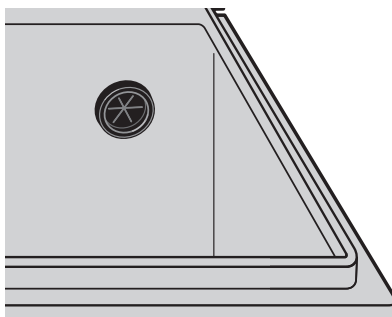

Figura 2
3. Coloque la arandela de goma Power Pass™ desde el interior de la caja y asegúrese de que quede correctamente colocada. VERIFIQUE QUE NO QUEDEN BORDES METÁLICOS FILOSOS EXPUESTOS (figura 2).